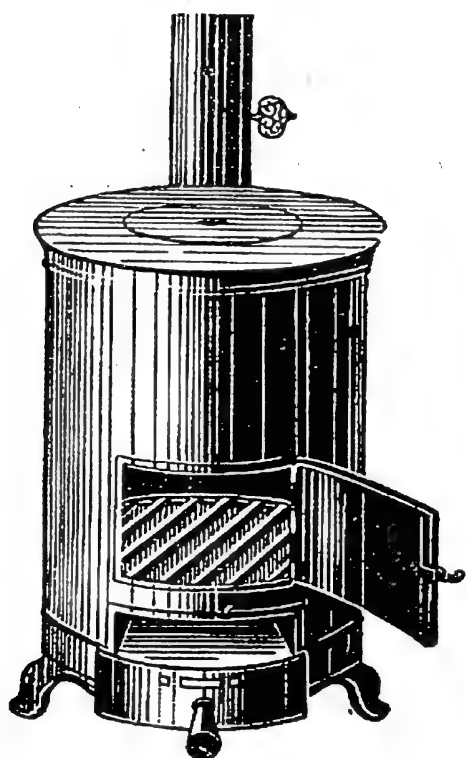

Fig. 2. — Le poêle de la classe ouvert, montrant la grille et le cendrier.
**1. Observons le poêle vide.** — A l'intérieur du poêle (fig. 2), nous voyons le *foyer* destiné à recevoir le combustible ; sur ses parois, un revêtement de briques double l'enveloppe extérieure en tôle. La base est formée par une *grille* de fonte, dont les barreaux, épais et solides, ont une teinte rougeâtre. En haut et en arrière, la paroi est percée d'une ouverture circulaire sur laquelle s'emboîte le *tuyau*.